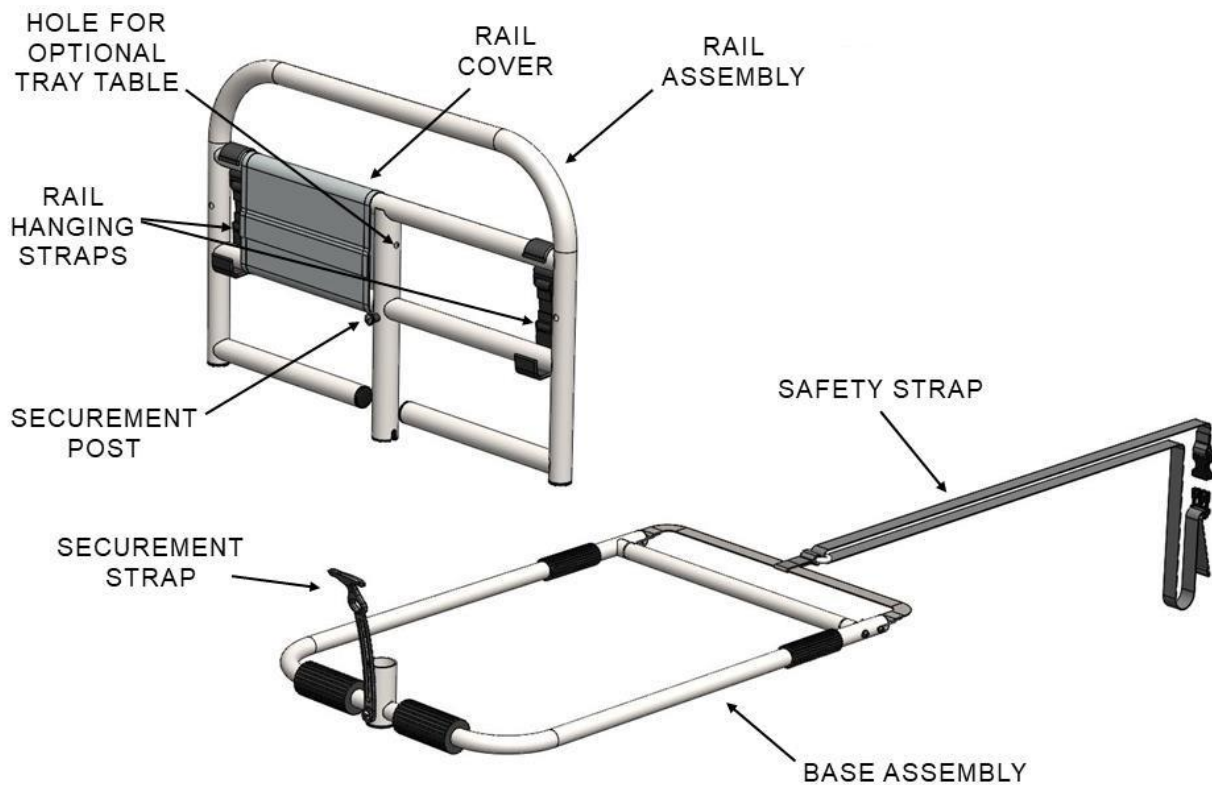

FIGURA 1
1. Rimuovere tutti i componenti dalla confezione e verificare che tutti i componenti siano inclusi, come mostrato nella Figura 1. Si noti che 8930 non include CINGHIE DA APPOGGIO.